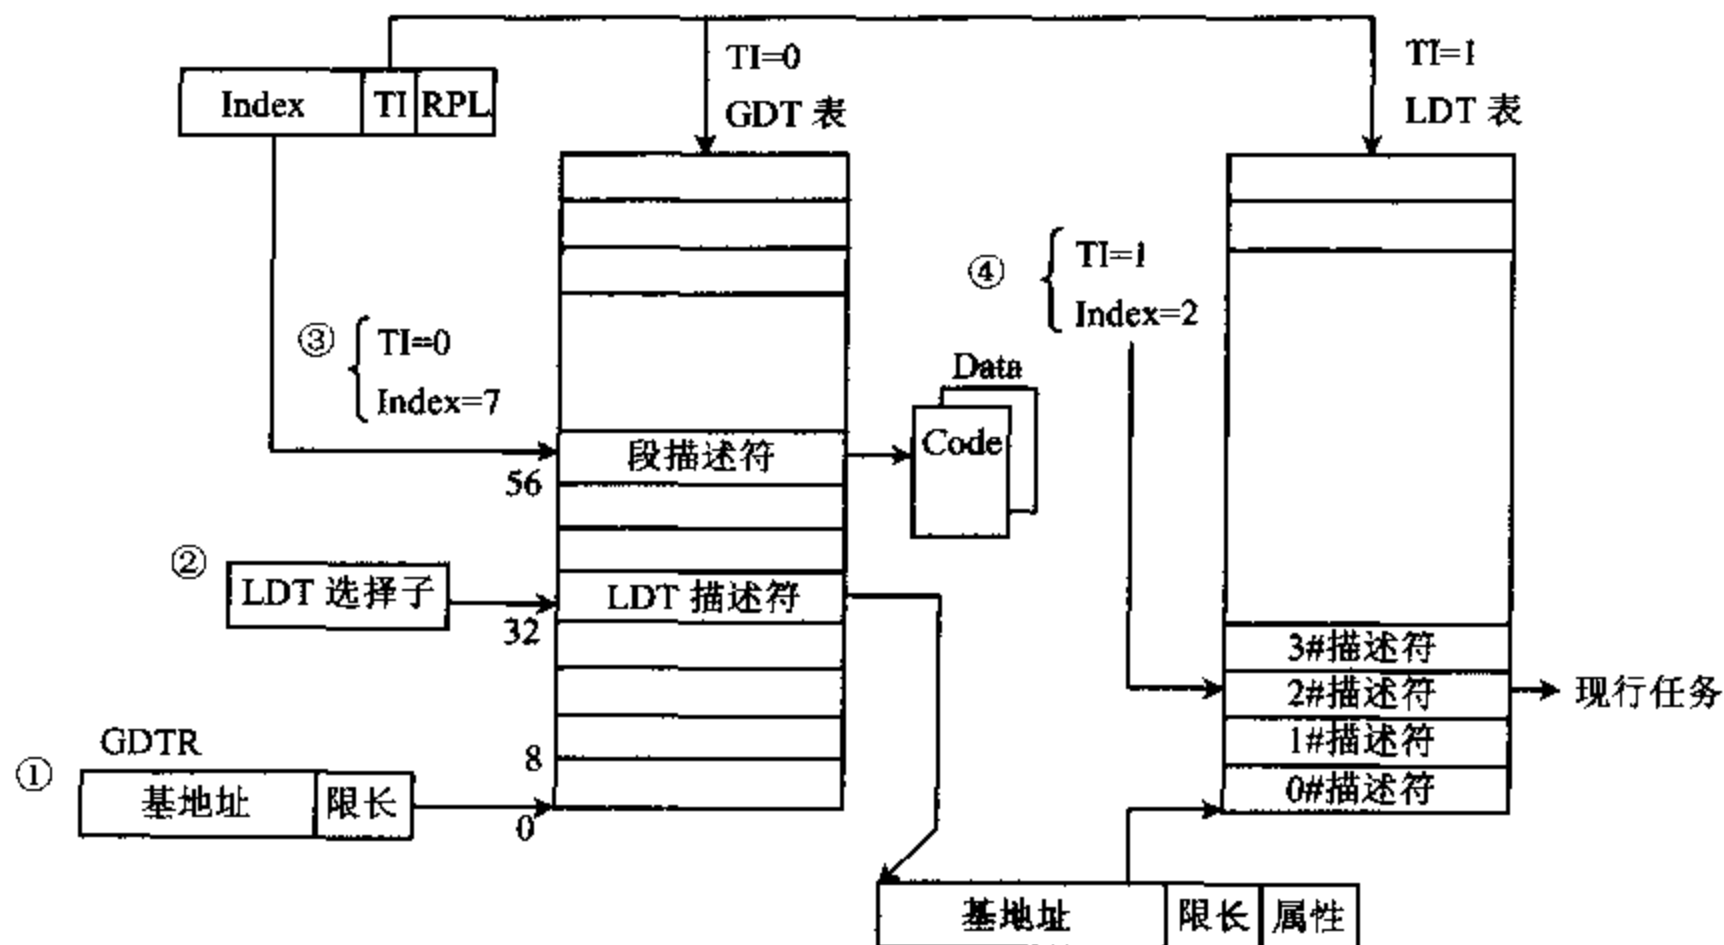

图 13-12 段寄存器与描述符表的关系
述符表 LDT, 分别用来存放全局描述符和局部描述符, 由 GDTR 和 LDTR 来寻址, 也就是确定它们在内存中的位置。通过段寄存器中的段选择子可以找到描述符表中的某一个描述符。下面通过图 13-12 进一步说明段寄存器和描述符的关系, 并讨论 LDT 表为什么要通过 GDT 表来定位, 具体怎样定位等问题。
由图 13-12 可以看到: ① GDTR 寄存器给出 GDT 表的基地址和限长, 定位 GDT 表。② 任务切换时, 任务状态段 TSS 中有一个 16 位的 LDT 段选择子, 它的 TI=0, 用来在 GDT 表中定位某一任务的 LDT 表。设其 Index=4, 则选中 GDT 表中的 4 号段描述符, 因每个描述符占 8 字节, 所以 4 号描述符相对于 GDT 的基地址的偏移量为 32, 再从该单元开始取出 LDT 描述符, 得到基地址、限长和属性信息, 由基地址和限长的值就可以定位 LDT 表了。③ 如某一个段寄存器 (如 CS、DS) 装入的段选择子, 它的 TI=0, Index=7, 则指向 GDT 表中的 7 号描述符, 由该描述符指向一个代码段或数据段。④ 如某一个段寄存器的 TI=1, Index=2, 则访问 LDT 表中的 2 号描述符, 由此描述符指向现行任务段。